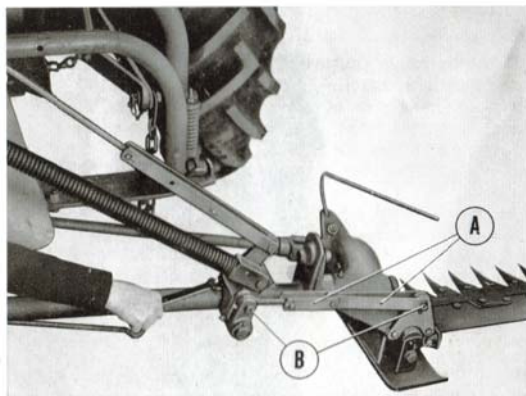

Fig. 10
Les biellettes (A, fig. 10) servent à régler le flottement des sabots intérieur et extérieur. Elles comportent un réglage de longueur qui s'effectue sur l'embout fileté du câble. On peut le vérifier rapidement de la manière suivante:
- 2) Placer le petit côté de la clé Ferguson entre l'étau et la partie du bloc articulé de liaison venant en butée sur l'étau. Ce réglage est illustré par la figure 10.
- 3) Si les biellettes nécessitent un réglage, enlever l'un des axes extrêmes (B, fig. 10), puis visser ou dévisser l'œil du crochet fileté sur le tourillon, de manière à obtenir le réglage indiqué au paragraphe (2).